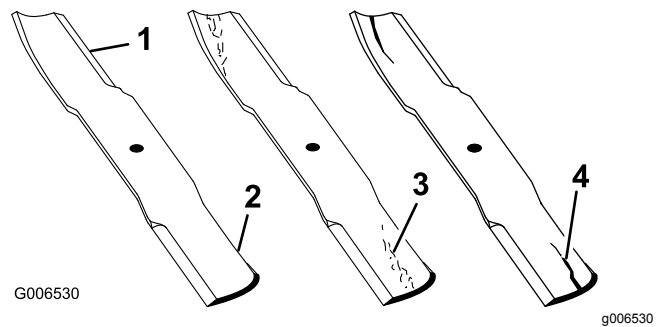

Bild 66
1. Untersuchen Sie die Schneidkanten (Bild 66).
4. Wenn Sie Risse, Verschleiß oder Rillenbildung in diesem Bereich feststellen, sollten Sie sofort ein neues Messer montieren (Bild 66).